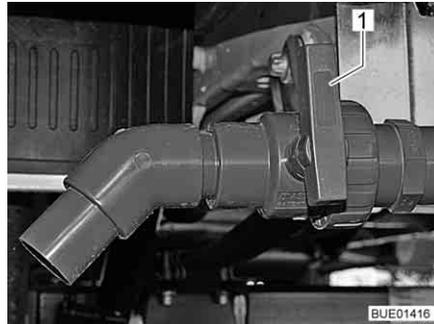

Bild 238 Ablasshahn (Viseo)
- Griff (Bild 238, 1) des Ablasshahns in Fließrichtung drehen.